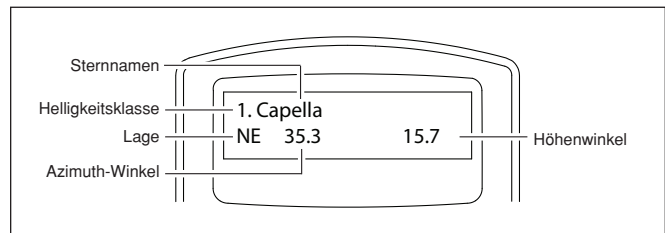

Abbildung 3. Informationen über den Ausrichtungstern auf der LCD-Anzeige.
4. Verwenden Sie nun die Navigationstasten, um durch die Liste der hellen Sterne zu blättern. In der Liste finden sie höchstens ein paar Sterne und manchmal sogar nur einen. Im Display der Handsteuerung wird der Name des Sterns in der ersten Zeile und die ungefähre Position des Sterns (ausgehend vom Datum und der Uhrzeit, die Sie bei der Erstinstallation eingegeben haben) in der zweiten Zeile angezeigt (**Abbildung 3**). Die erste Koordinate in der zweiten Zeile ist die O-W-Koordinate (Azimut-Winkel) und die zweite Koordinate in der zweiten Zeile gibt den Winkel (in Grad) über dem Horizont an. Diese Koordinaten bieten eine einfache Möglichkeit, um den von Ihnen gewählten hellen Stern zu identifizieren. Drücken Sie die Taste „ENTER (EINGABE)“, wenn Sie sicher sind, dass die Handsteuerung den Namen des hellen Sterns anzeigt, auf den Sie Ihr Teleskop ausrichten wollen.